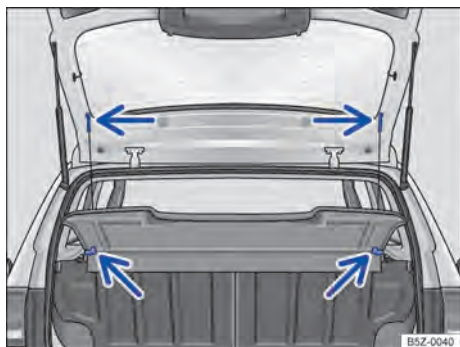

Fig. 79 No compartimento de bagagem: remover e instalar a cobertura do compartimento de bagagem.
- Desprender os cordões de retenção do suporte da tampa traseira ⇒ **Fig. 79** (setas superiores).
- Retirar a cobertura do compartimento de bagagem por trás, para fora dos suportes laterais ⇒ **Fig. 79** (setas inferiores).
- Empurrar a cobertura do compartimento de bagagem para a frente, introduzindo-a nos suportes laterais ⇒ **Fig. 79** (setas inferiores).
- Encaixar os cordões de retenção na tampa traseira ⇒ **Fig. 79** (setas superiores).